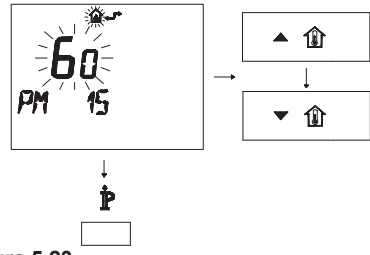

Figura 5.23
• Modificare il SET programmato agendo sui pulsanti ▲⏮ o ▼⏮ fino a visualizzare un **set di 60**, aspettare che il numero programmato cominci a lampeggiare (Figura 5.23).